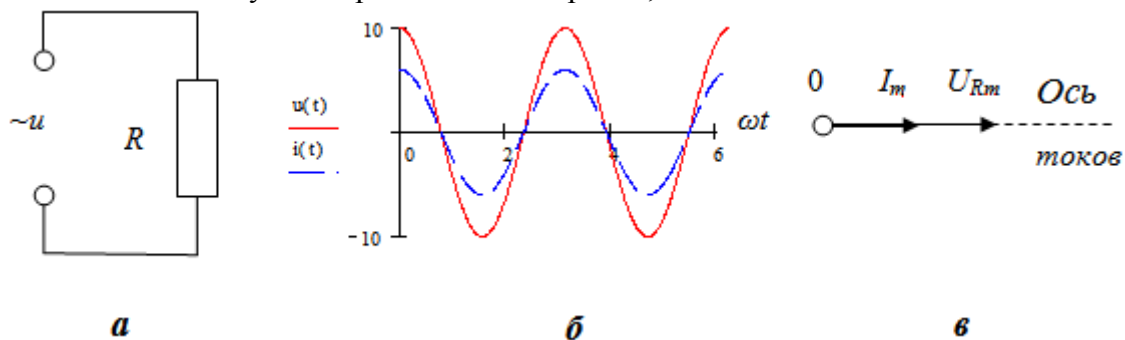

Рис. 2.
1. Пусть к источнику присоединено только *активное* сопротивление R (рис.2,а). При этом $L=0$, $C \rightarrow \infty$. Сопротивление называется *активным* потому, что в нем происходит превращение энергии электрического тока во внутреннюю энергию проводника или в механическую работу.
Таким образом, колебания силы тока в цепи, содержащей *только* активное сопротивление, совпадают по фазе с колебаниями напряжения (рис. 2,б). Векторная диаграмма для данной ситуации представлена на рис. 2,в.